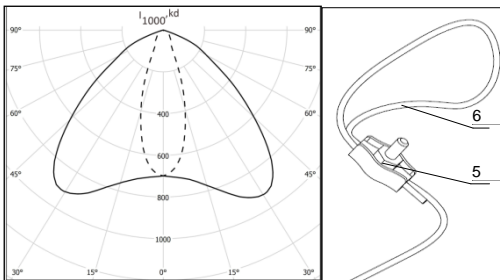
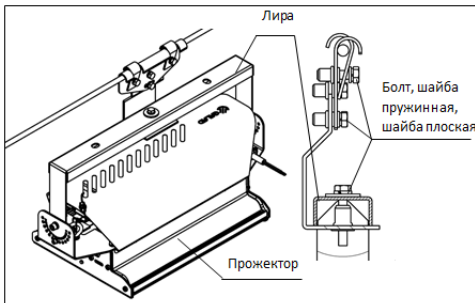

Рисунок 7
Рисунок 8
- комплект крепления - 1 шт. (на вертикальный подвес (Рис.8) или горизонтальный трос (рис.7)).
В случае крепления прожектора на подвес следует закрепить вертикальную или горизонтальную подвеску на лиру прожектора болтами из комплекта подвески, болты затянуть усилием не менее 23 Н.м. через плоскую и пружинную шайбы. Установить прожектор со смонтированной подвеской на точки подвеса (рис.8) или трос (рис.7). Момент затяжки винтов обеспечивающих прижим троса (рис.7) не менее 16 Н.м. Тросы в комплект поставки не входят.